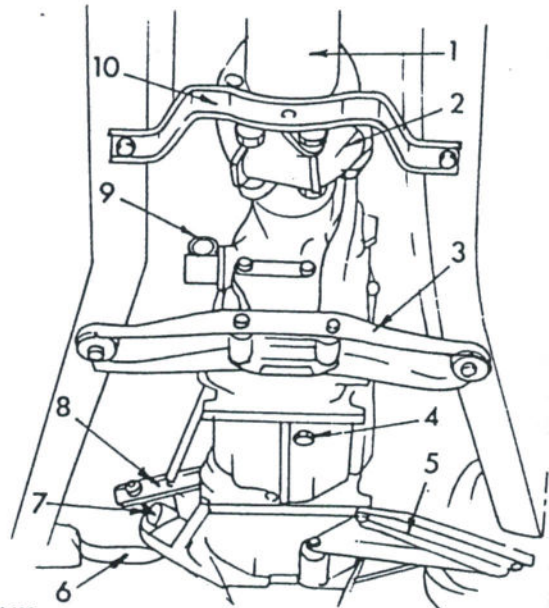

Bild 108
Das Getriebe kann ausgebaut werden, ohne dass der Motor aus dem Fahrzeug herausgehoben wird. Bild 108 zeigt eine Ansicht des Getriebes von der Unterseite und dieses Bild kann beim Ausbau hinzugezogen werden.
- Den Bügel (10) in Bild 108 in der Nähe der vorderen Gelenkwelle (1) vom Fahrgestell abschrauben.
- Um den Ausbau der Gelenkscheibe (2) zu erleichtern, steht ein Fiat-Spezialwerkzeug (A.70025) zur Verfügung, mit welchem die